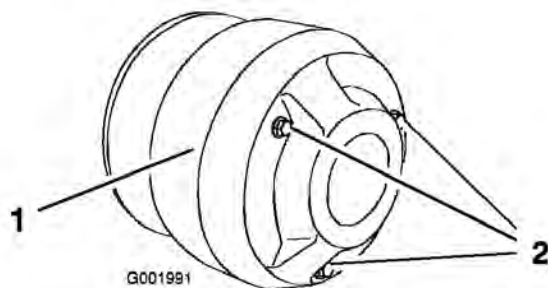

図 55
4. クラッチ・カバーのボルト（3本）を外してカバーを取る（図 55）。